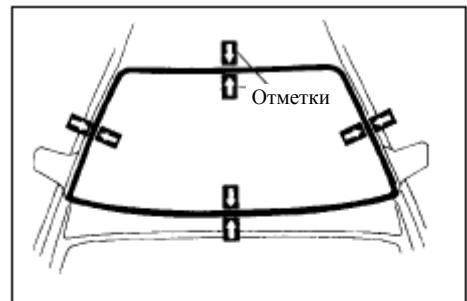

Рис. 547
- (2) Установите стекло
- c. На стыках стекла и кузова поставьте контрольные отметки(рис. 547)